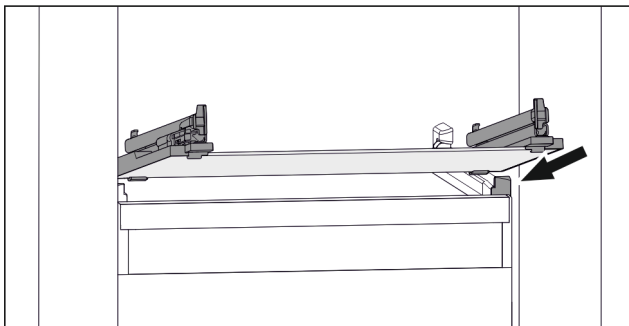

Fig. 64 Representación de la placa de vidrio a modo de ejemplo
- ▶ Coloque la placa de vidrio inclinada detrás de los topes. (consulte Fig. 64)